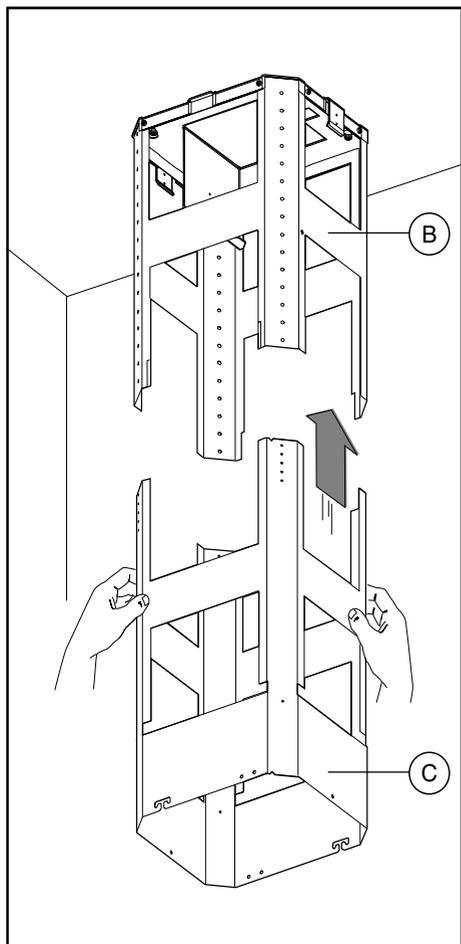

Fig.5
- Prendere la parte inferiore della struttura **C** ed inserirla su quella superiore **B** (fig.5).